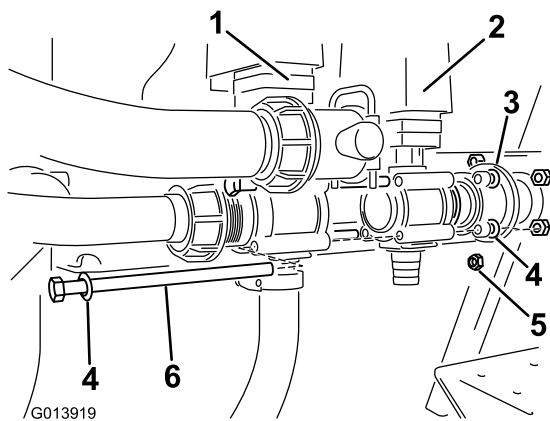

Bild 5
7. Suchen Sie das Ejektorventil in den lose mitgelieferten Teilen und setzen Sie das Ventil in der Leitung rechts vom Rührwerkventil ein (Bild 5).